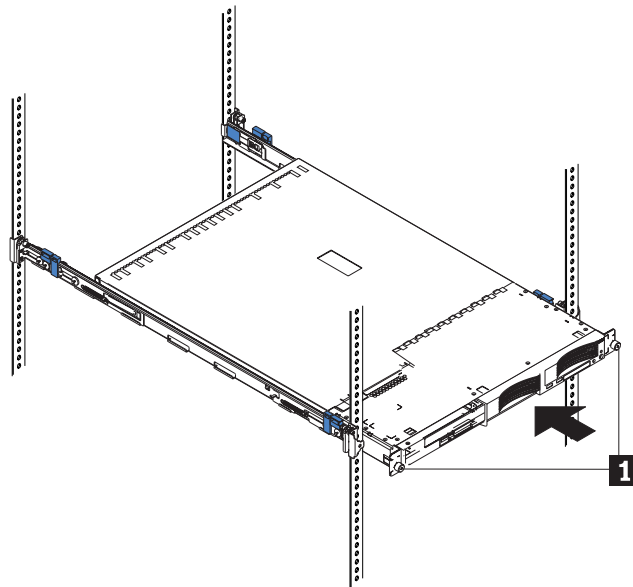

図 27. ラックへの SAN ボリューム・コントローラーの取り付け
2. 2 つの拘束つまみねじ **1** を完全に締める。図 27 を参照してください。